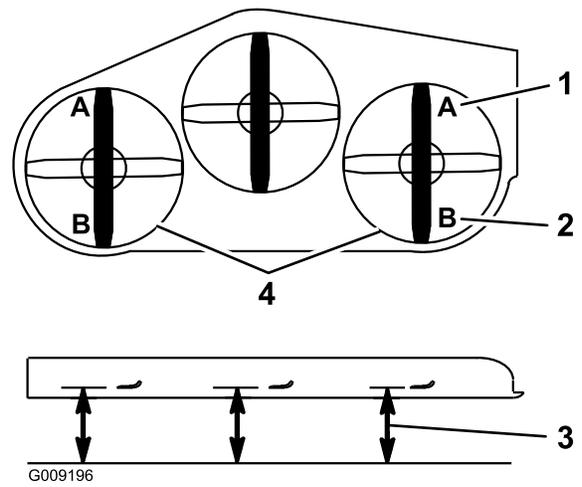

**Figura 87**
5. Empuje el pedal de elevación de la carcasa hacia delante del todo; la carcasa se enganchará en la posición de transporte de 14 cm (5-1/2 pulgadas) (Figura 87).